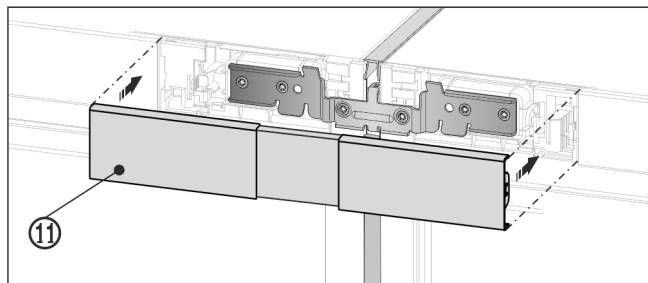

Fig. 29
- ▶ Obere Abdeckung Fig. 29 (11) auf den noch offenen Zwischenraum der beiden Bedienteilblenden aufrasten. Darauf achten, dass die Aussenseiten der Abdeckung bündig mit den Bedienteilblenden abschließen.